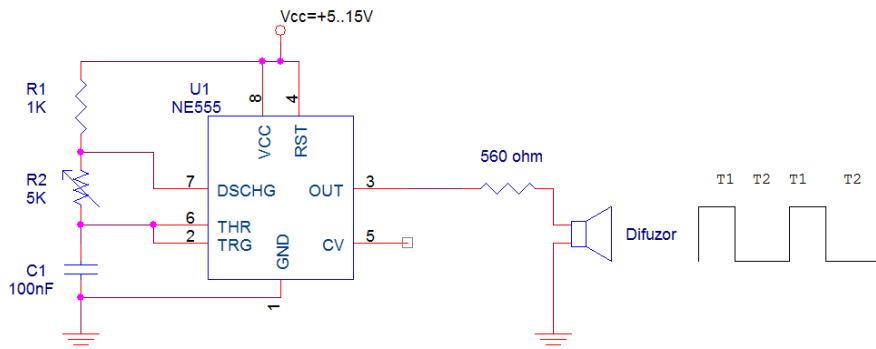

Figura 2: Circuitul 555 – schemă pentru configurația de astabil
Schema de conectare a circuitului în regim de *astabil* este dată în figura 2. La bornele Vcc și masă (GND = *Ground*) se aplică tensiunea de alimentare de la o sursă de curent continuu.
- scriînd formula de definiție a lui η în funcție de T_1 , T_2 , se determină raportul teoretic între T_1 și T_2 (figura 2) pentru a avea $\eta = 66\%$
- se calculează $\eta_{(3)}$ pe baza formulei (3)